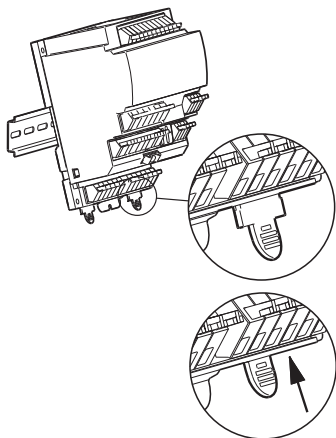

Fig. 5 Montage sur rail DIN
2. Pousser les languettes de verrouillage (rep. 1) dans le module comme le montre la fig. 5.